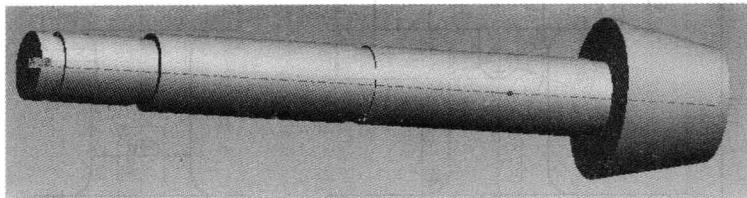

图 1-17 旋转造型
3) 单击“确定”按钮，在旋转状态栏可对是否切除材料、旋转角度大小等作相应调整。预览无误后单击“确定”按钮完成造型设计，如图 1-17 所示。